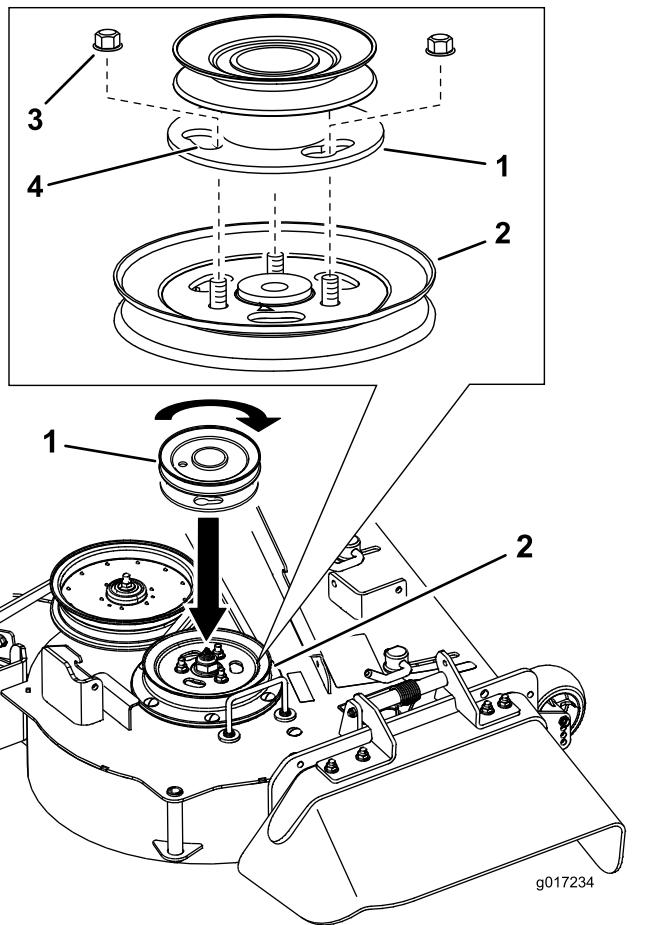

Figure 10
1. Enlevez les écrous de la poulie de tablier existante (Figure 10).
2. Posez la poulie neuve sur les boulons de poulie du tablier de coupe (Figure 10).
3. Tournez la poulie pour la bloquer en position (Figure 10).